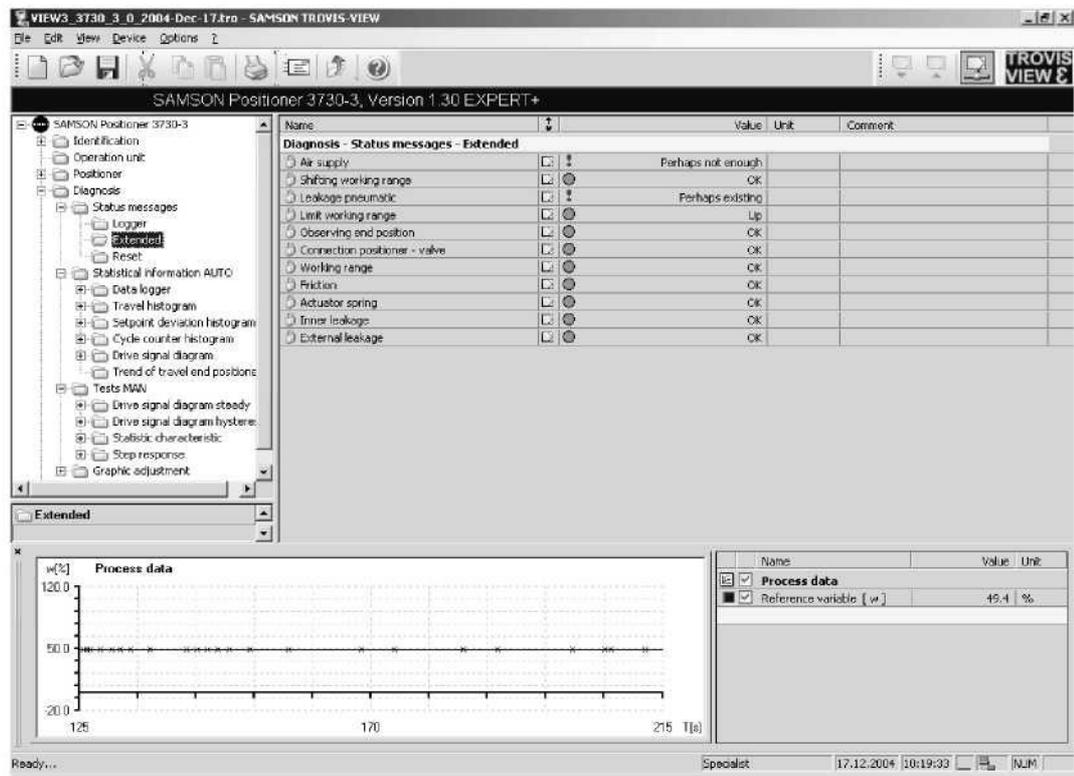

Рис. 8 • Расширенные статусные сообщения
2.4 Простой текст диагностики (Рис. 8)
3.2 Цветовое оформление статусных сообщений (Рис.8)